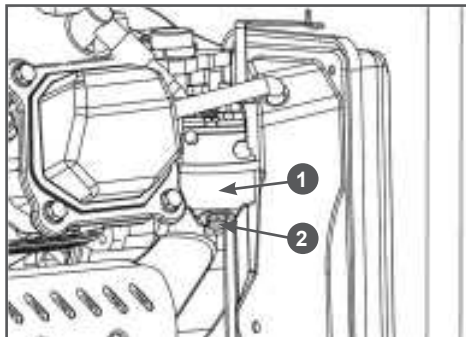

Рис. 19 Слив топлива из карбюратора
3. Открутите болт 2 на карбюраторе 1 (Рис. 19) и слейте топливо из поплавковой камеры в подготовленную для этого емкость.
- открутите стакан 2 отстойника (Рис. 19);
2. Слейте топливо из карбюратора (Рис. 19).